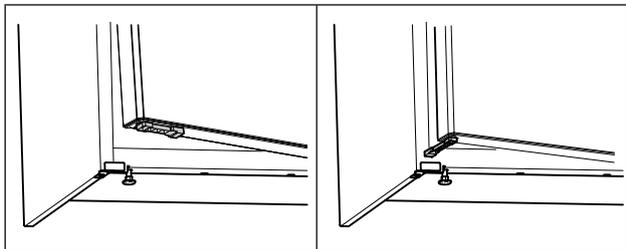

Fig. 57 *
- ▶ Поверните ограничитель открытия двери на 90°. (см. Fig. 57) *